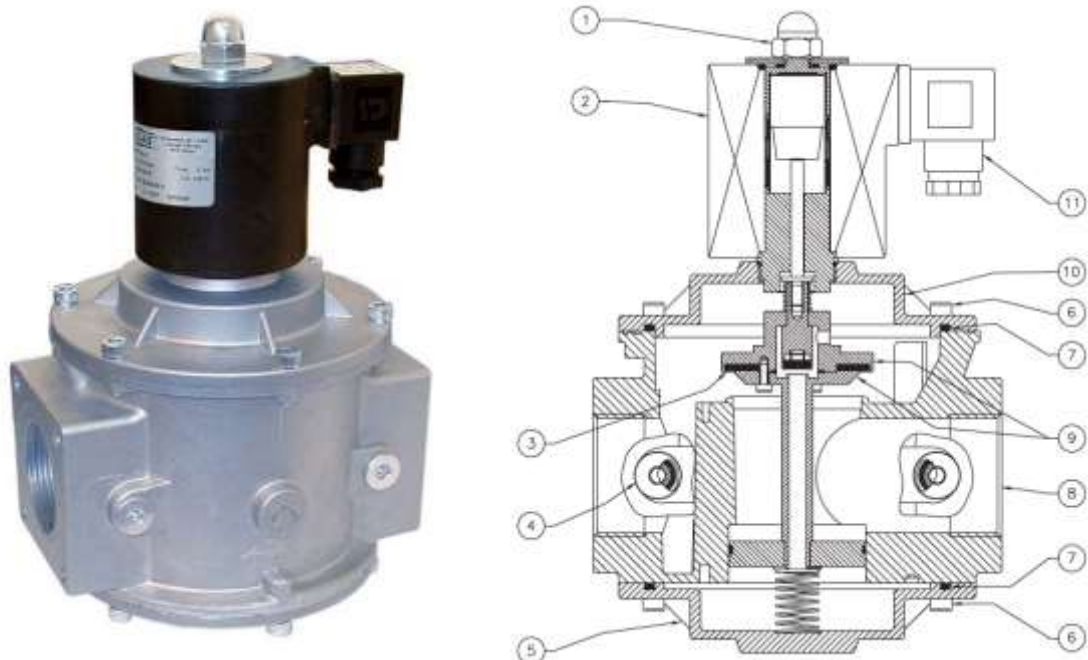

Рис. 2
Клапан (рис. 2) состоит из: гайка (1); электромагнитная катушка (2); уплотнительное кольцо (3); заглушка G1/4" (4); нижняя крышка (5); винты (6); уплотняющая прокладка (7); корпус (8); затвор (9); верхняя крышка (10); электрический коннектор (11).